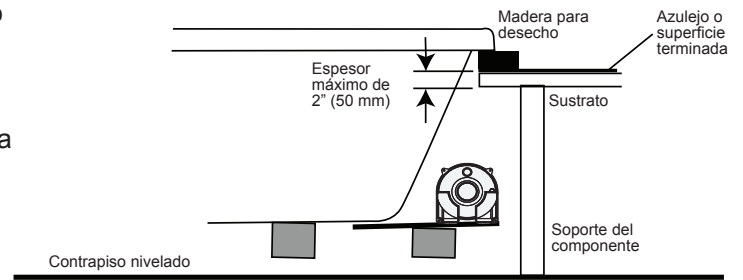

Figura 10
- 8** Instale la unidad, introduciendo primero el extremo del equipo y bajando la bañera dentro de la apertura como se muestra en la ilustración (Figura 10).